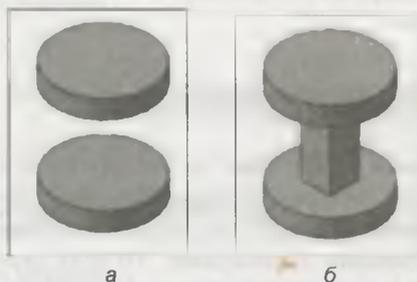

Рис. 26.7. Два тела (а); многотельная модель (б)
- ◆ вызовите команду **Элемент выдавливания** и постройте модель цилиндра высотой 5 мм. У вас должны получиться два тела на заданном расстоянии (рис. 26.7, а), в заголовке **Дерева** модели изменилось число тел **Деталь (Тел-2)**;
- ◆ нажмите кнопку **Создать объект** — многотельная деталь создана. У вас должно получиться как на рис. 26.7, б. В **Дереве** модели появилась надпись **Модель из тел**, которая показывает, что произошло объединение тел. Самостоятельно попробуйте изучить различные результаты операции.